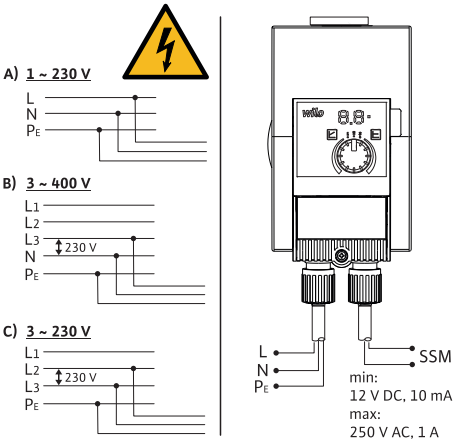

Fig. 3: Aansluitmogelijkheden
- Aansluiten op laagspanningsnetten met 230 V. Bij aansluiting op IT-netwerken (Isolé Terre-aardingssysteem) altijd zorgen dat de spanning tussen de fases (L1-L2, L2-L3, L3-L1 → Fig. 3) niet hoger wordt dan 230 V.